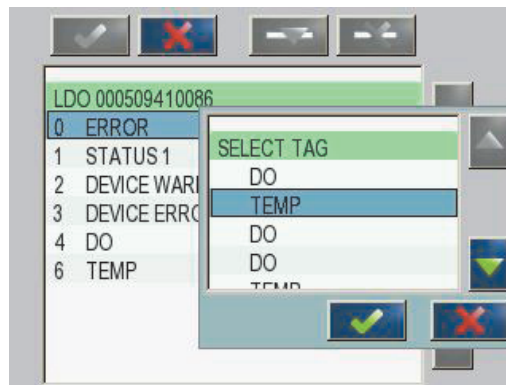

Figura 46 Menú de configuración del Profibus/Modbus—Seleccione etiqueta
6. En la lista de dispositivos del telegrama, seleccione una etiqueta (por ejemplo: Error o Estado) y presione el botón **ADD (AGREGAR)**. Se visualiza el cuadro de etiquetas a seleccionar con todas las etiquetas disponibles para la sonda (Figura 46).